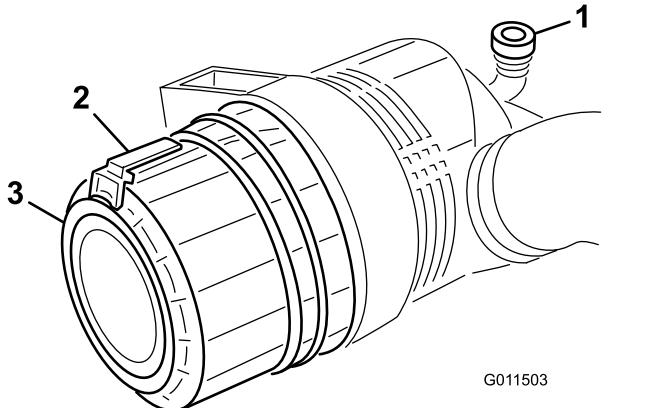

図 73
1. ラッチを引いて外し、カバーを左にひねってボディーからはずす図 73。